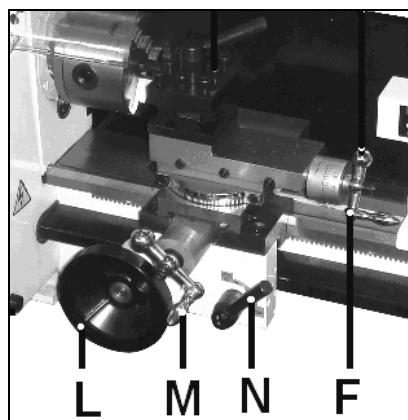

Fig 8
Zum Längs- und Plandrehen können Bettschlitten (L, Fig 8), Querschlitten (M) und Oberschlitten (F) an den Handrädern bewegt werden.
Schließen Sie die Schlossmutter (N, Fig 8).